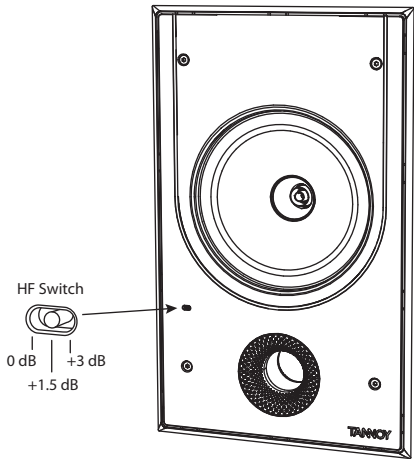

图 4. 高频开关
- 2. HF 开关有三个位置，0 dB 为 lat。根据需要进行调整以适应房间位置和声学条件 (图 4)。